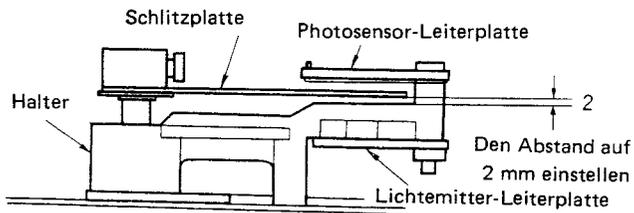

Abb. 10
1. Bringen Sie die Schlitzplatte wie in Abb. 10 und 11 gezeigt an.
2. Der Abstand zwischen der Schlitzplatte und dem Halter ist in Abb. 10 angegeben.